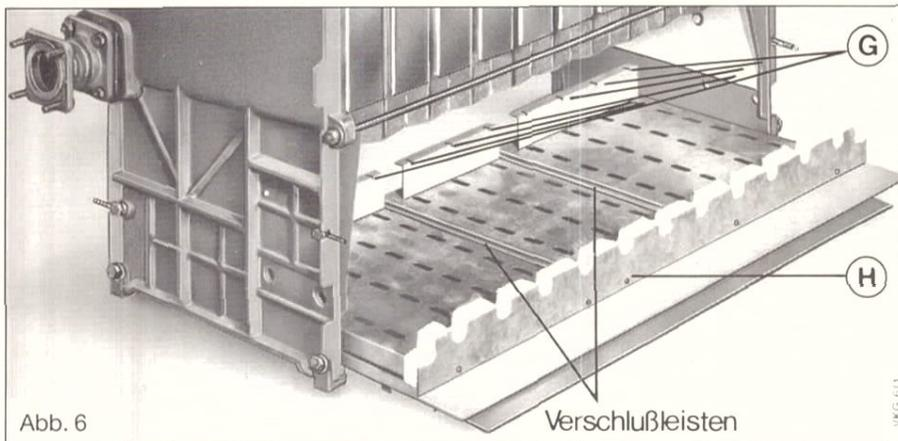

Abb. 6
Bodengruppe komplett, bestehend aus Bodenblech, Lochblech unten und oben, vorderer unterer Brennerplatte. Bodengruppe (H) auf den Auflageleisten der Endglieder bis zum Anschlag (hinten) einschieben und mittig ausrichten. Abb. 6. Ggf. Lage der Verschlußbleisten korrigieren.